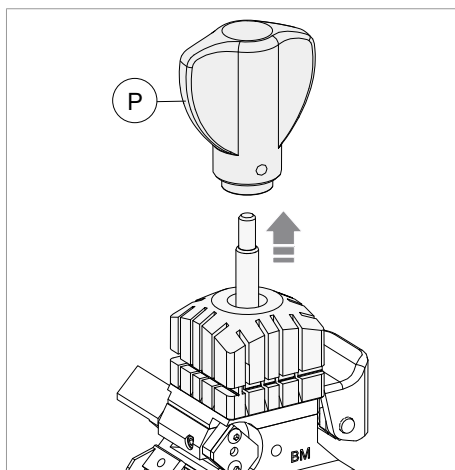

Bild 123
- 3) Den Griff (P) vollständig abschrauben und entfernen (Bild 123).